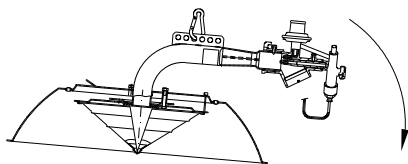

Fig. 10
- Girar el aparato según indica la Fig.10. Es importante que en ningún caso el polvo acumulado en el tubo pueda caer en el interior del cono interior.
- Rotate the system, as shown in Fig. 10. It is important to ensure that under no circumstances does the dust that has built up inside the tube fall into the inner cone.
- Tourner l'appareil de la manière indiquée sur la Fig. 10. Il est important que la poussière accumulée dans le tube ne puisse en aucun cas tomber dans le cône intérieur.